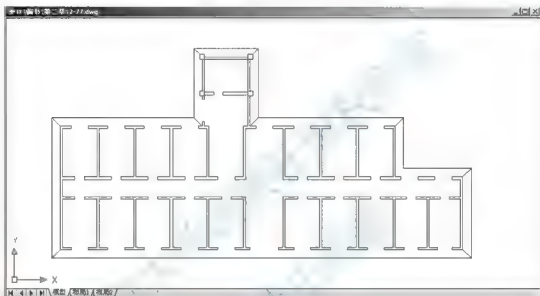

图 2.77 绘制其他门窗洞口线
(3) 参照宿舍楼底层平面图(附图 3.1)的尺寸,画出其他房间的门/窗洞口并修剪成如图 2.77 所示的状态。